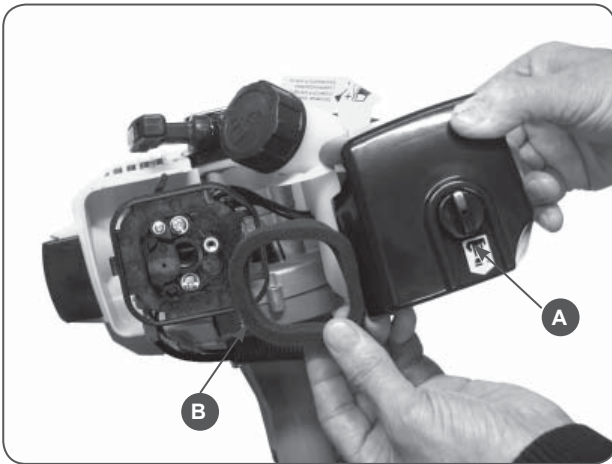

Рис.13
1. Открутите гайку (А) и снимите крышку воздушного фильтра (Рис.13).